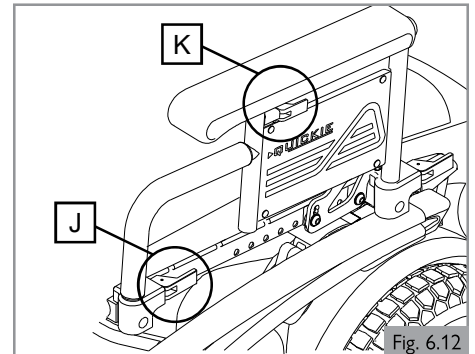

Fig. 6.12
6.8 Accoudoir réglable en hauteur à deux montants (option) (Fig. 6.12)